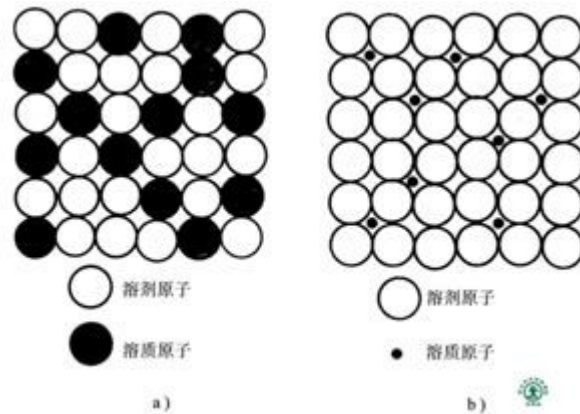

图 2-9 置换固溶体 a) 及间隙固溶体 b) 示意图
**线缺陷：**指原子排列的不规则区域在空间一个方向上尺寸很大，而在另外两个方向尺寸是很小的一种缺陷，如刃型位错(图 2-9)。